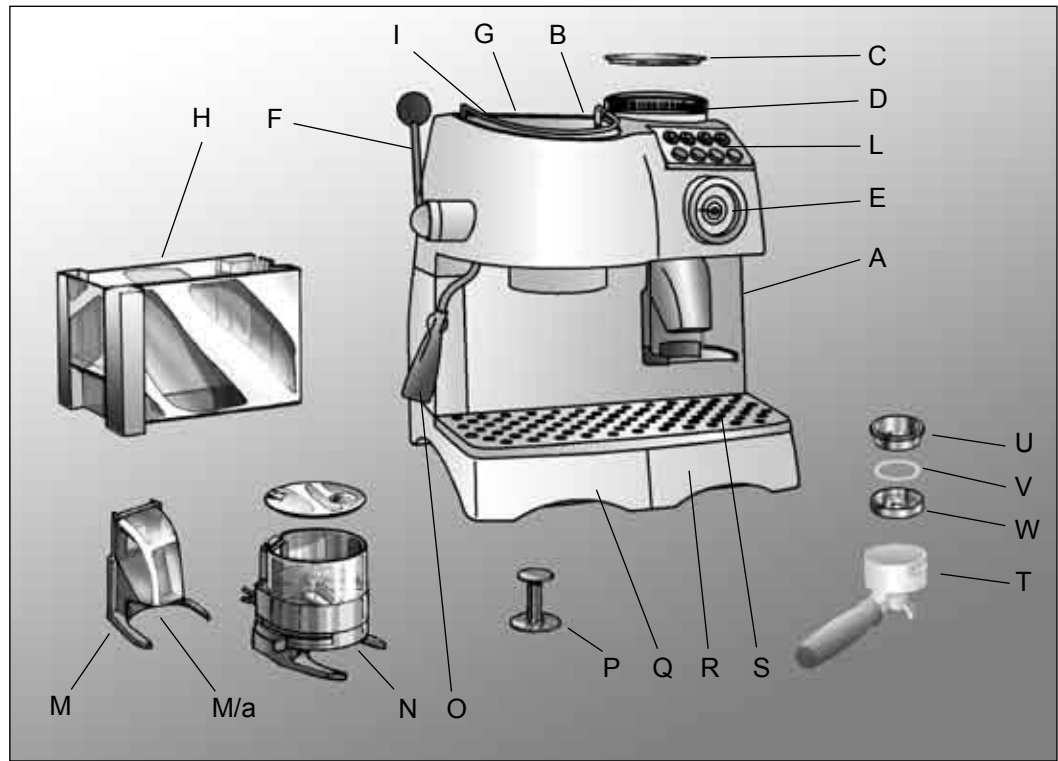

Fig. 1
- 1) Dispositivo a "Flusso Continuo" (M), Fig. 1 permette la macinatura istantanea del caffè. Premere il pulsante (M/a) posto sotto l'uscita del caffè macinato con il portafiltro inserito nell'apposita forcella Fig. 8.